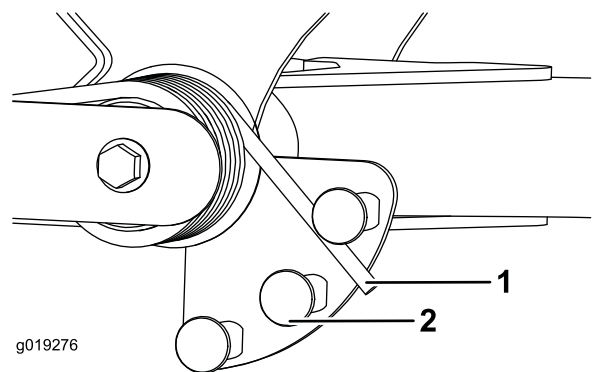

Figure 31
2. Insérez un tube ou un objet similaire sur le ressort long et le faire pivoter autour de l'actionneur de ressort à la position voulue (Figure 31).